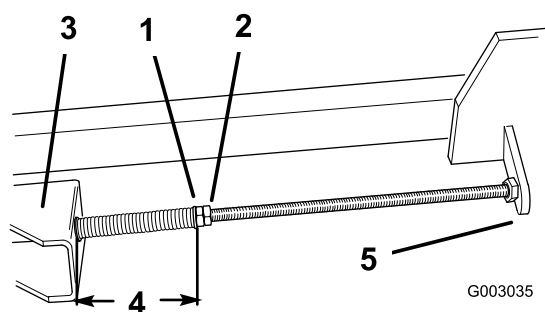

Figure 43
puis enlevez la courroie usagée des poulies (Figure 43).
8. Serrez l'écrou de blocage avant sur chaque axe de réglage jusqu'à ce que les ressorts soient complètement comprimés, environ 12 cm (4-3/4") entre la rondelle et la bague, puis desserrez les écrous de blocage d'un tour (Figure 43).
9. Resserrez les écrous de blocage arrière (Figure 43).